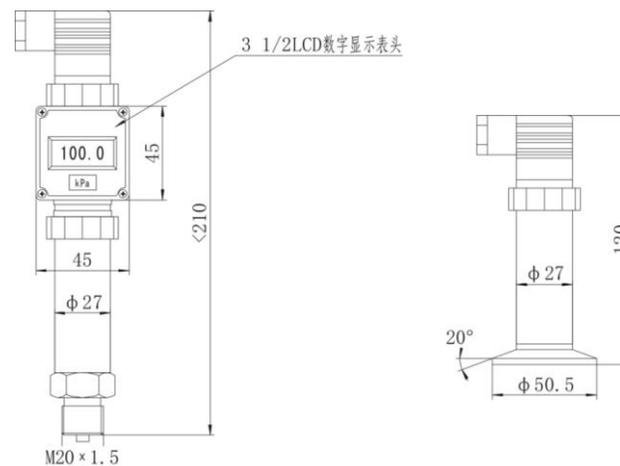

图 6-2 A0910X 带 LCD 显示表头变送器结构尺寸图 图 6-3 A0910Z 卫生型变送器结构尺寸图
2. 910X 带 LCD 显示表头小型扩散硅压力变送器结构尺寸见图 6-2